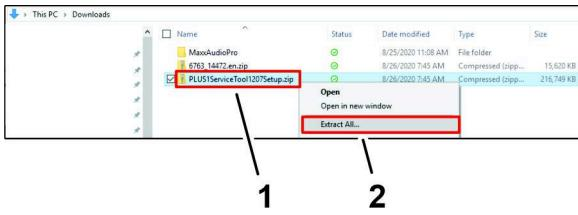

Figura 19
1. Abra a Pasta de Downloads do seu computador portátil, clique, com o botão direito, na ligação PLUS1ServiceTool1207Setup.zip file, e clique em Extrair todos... no menu de lista suspensa (Figura 19).